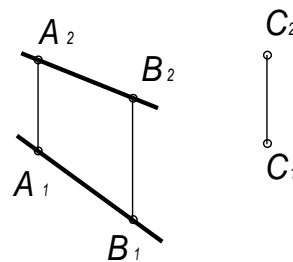

Рис. 2
- 2) прямой и точкой вне ее (рис. 2). В свою очередь прямая в пространстве определяется двумя точками. Отсюда возможность перехода от задания 2) к заданию 1);